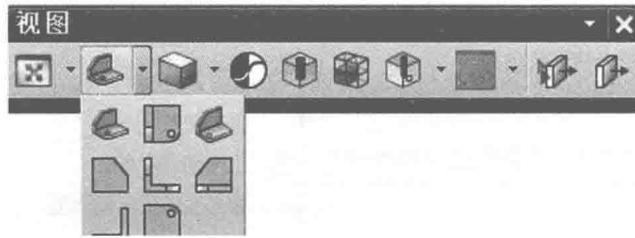

图 1-4-3 “视图方位”下拉命令按钮
① 单击“视图”工具条上的第二个图标，弹出如图 1-4-3 所示的“视图方位”下拉命令按钮，利用这些命令按钮，用户可根据需要将视图切换到系统提供的几种标准的方位。